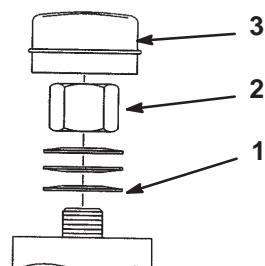

Figure 49
2. Retirez le capuchon anti-poussière de la roue et serrez le contre-écrou (Fig. 49).
3. Continuez de le serrer jusqu'à ce que les rondelles élastiques soient aplatis, puis desserrez-le de 1/4 de tour pour obtenir la précharge correcte des roulements (Fig. 49).
Important Veillez à installer les rondelles comme illustré à la Figure 49.